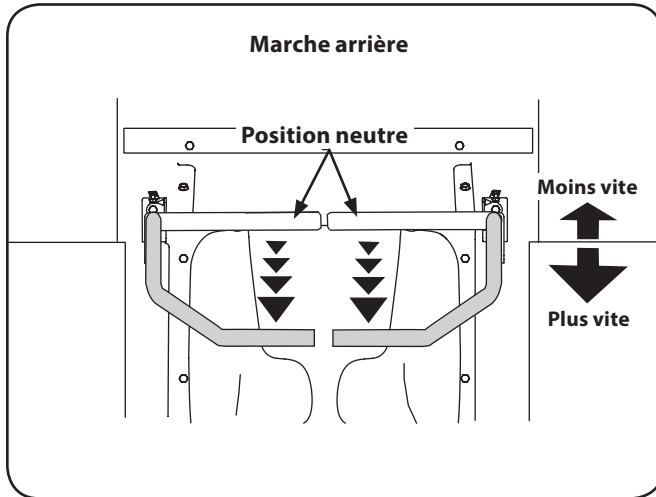

Figure 5-5
1. Poussez lentement et graduellement les barres de conduite vers l'arrière. Le tracteur commencera alors à reculer. Voir Figure 5-5.